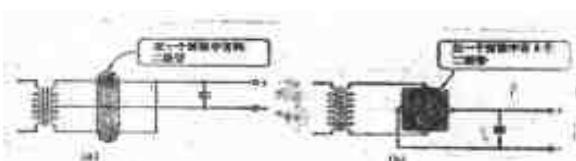

图3-11 全波整流电路
② 整流二极管：整流二极管与小功率二极管相比，其电流容量将大幅度增加。它利用电流单向导通的性质，对交流电源进行整流。有的品种将两个或四个器件制作在一个封装之内，这类器件便于用在全波整流❶的中心抽头式(图3-11(a))和桥式整流(图3-11(b))电路中。